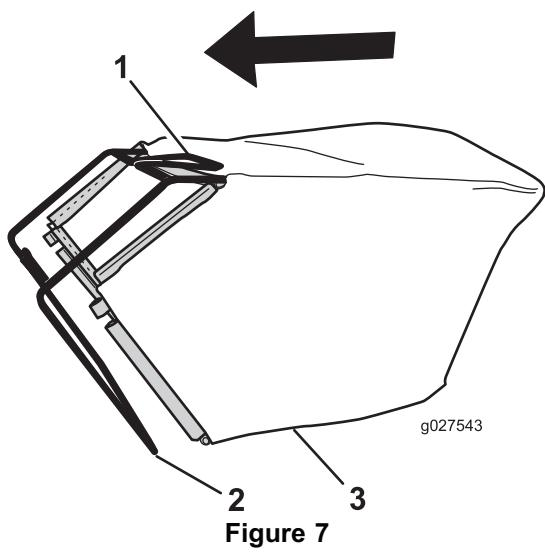

Figure 7
- Glissez le bac sur l'armature, comme montré à la Figure 7.